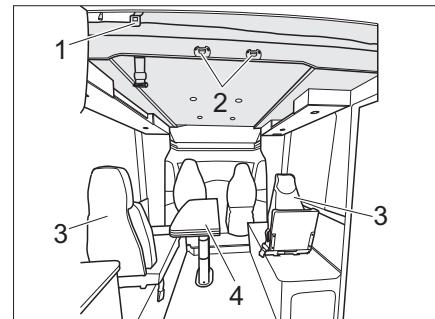

Fig. 167 Letto basculante elettrico (variante 3)
- Agganciare la scaletta di accesso al letto basculante con i due archetti incorporati nelle grappe (Fig. 167,2).
- Spostare verso il basso il tavolo ribaltabile e abbassabile a 2 gambe (Fig. 167,4) (vedi capitolo 7.8.8).
- Smontare e stivare 2 sedili singoli (Fig. 167,3).